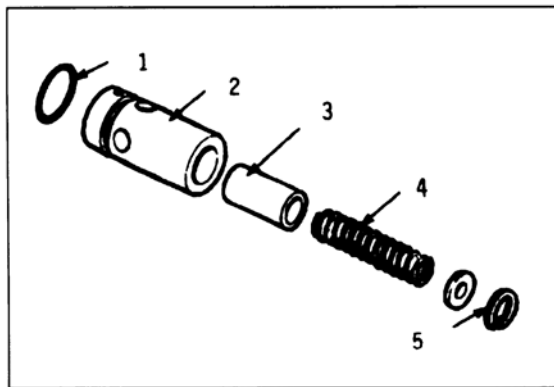

Bild 154
- Überdruckventil lässt sich von Hand ausziehen (Bild 154).